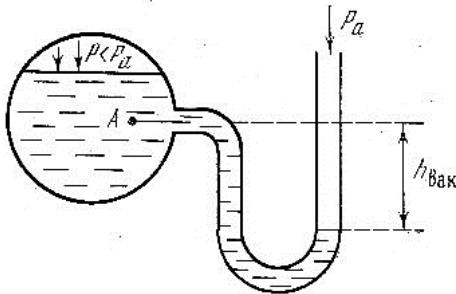

Рис. 2.2
2.10. Определите абсолютное давление в точке A если $h_{\text{вак}} = 0,6$ м, сосуд заполнен водой (рис. 2.2).
2.20. Абсолютное давление воды в точке A составляет 0,6 бар, определите, каким будет показание вакуумметра $h_{вак}$ (рис. 2.2).